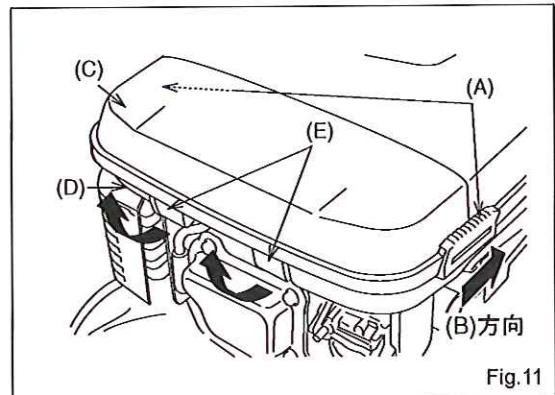

Fig.11
- (1) 両側の止め金 (A) を (B) の方向に動かしてエアクリーナケース (C) とエアクリーナボディ (D) の締め付けをゆるめます。次に 2 つの掛金 (E) を両手で引きながら天方向へ引き上げてエアクリーナケースをエアクリーナボディから外して下さい。(Fig.11)